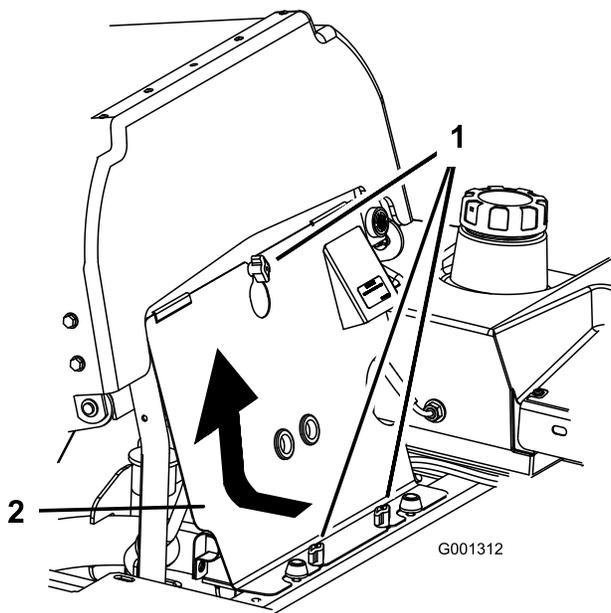

Figura 63
1. Inclinate il sedile in avanti e togliete il pannello anteriore del motore (Figura 63).